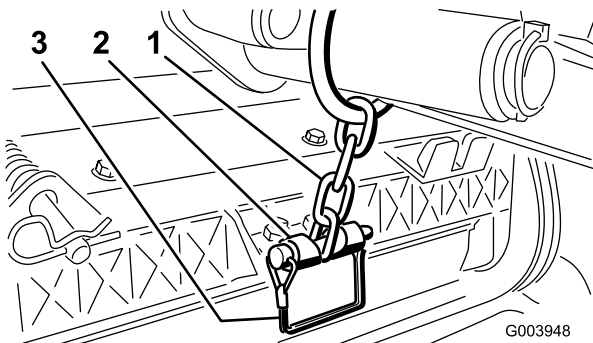

Рисунок 12
14. Прикрепите цепь подъемного рычага к кронштейну цепи с помощью стопорного штифта (Рисунок 12).
Примечание: При необходимости поворота режущего блока используйте паз; при необходимости фиксации режущего блока используйте отверстие (Рисунок 12).